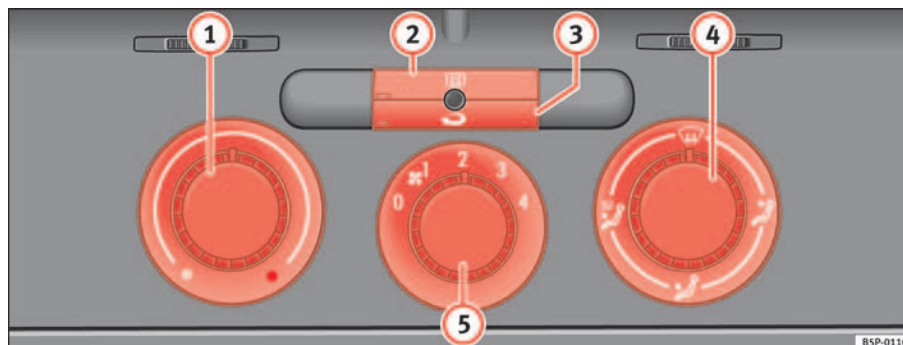

Fig. 122 Comandos do aquecimento no painel de instrumentos
- Com os reguladores ⇒ fig. 122 ① e ④ e com o interruptor ⑤ é ajustada a temperatura, a distribuição do ar e o nível do ventilador.
- Premir o respectivo botão ② ou ③, para ligar e desligar uma função. Quando a função está activa, a janela que se encontra no canto inferior esquerdo do botão ilumina-se.